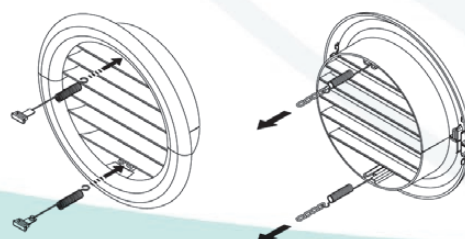

Fig.6
- Infilare i due tappi (con molla), dalla parte anteriore della griglia esterna, sulle due sedi della stessa, tirando fino allo scatto (fig. 6) e attaccare le due catenelle all'occhiello grande della molla.